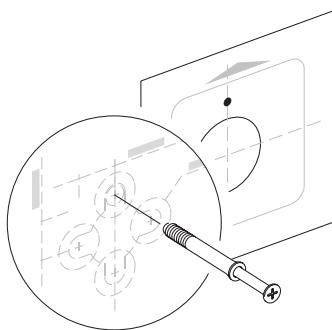

Рисунок 6.4. Установка дюбель-гвоздей
- Отрвите круг (по линии перфорации), обозначающий вентиляционный канал, и совместите его с отверстием воздуховода. Используйте строительный уровень для обеспечения горизонтальности. Разметьте места для двух отверстий под дюбель-гвозди согласно выбранному типу размещения. Просверлите отверстия для двух дюбель-гвоздей согласно разметке и установите их (рис. 6.4).